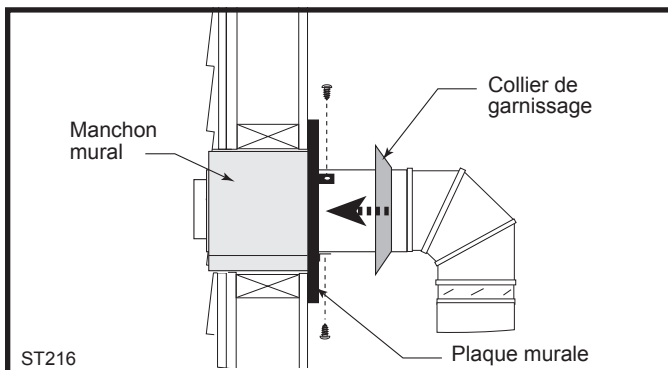

Fig. 27 Installez le conduit horizontal et les pièces d'assemblage de la plaque murale.
9. Raccordez le conduit horizontal au coude. Fixez la plaque murale au conduit au moyen de trois vis à tôle. Soulevez le collier de garnissage en le faisant glisser, puis appuyez-le contre la plaque murale de manière à cacher les vis. (Fig. 27)